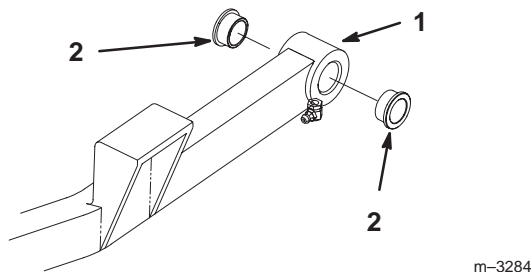

Figure 76
4. Insérez un chasse-goupille dans le bras de poussée et chassez les bagues avec précaution (Fig. 76). Nettoyez l'intérieur du bras de poussée.
5. A l'aide d'un marteau et d'une plaque plate, enfoncez délicatement des bagues neuves au bout du bras de poussée (Fig. 76).